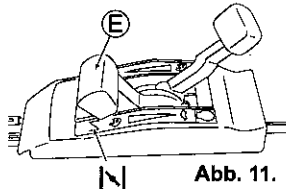

Abb. 11.
3 Stellen Sie den Gashebel (E) auf Choke "N". (Siehe Abb. 11.) (Wenn der Motor warm ist, kann er auch gestartet werden, indem Sie den Hebel auf "STOP" stellen.)